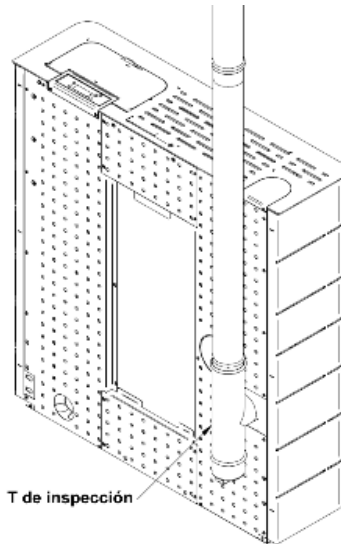

Figura 5 - Ejemplo de instalación de una T de inspección
- Según se indica en la Figura 5, el conducto de extracción se debe realizar de modo que la limpieza y el mantenimiento estén asegurados mediante puntos de inspección.